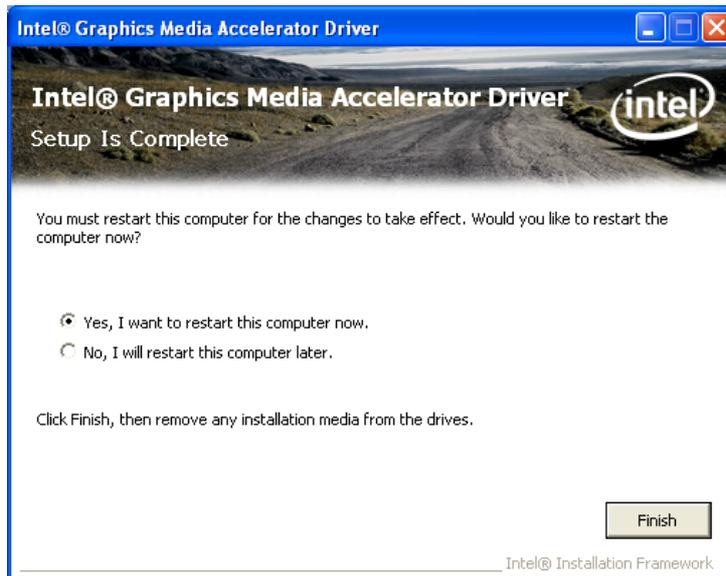

Abbildung 7-14: VGA-Treiberinstallation Endbildschirm
Schritt 15: Der Endbildschirm wird angezeigt (**Abbildung 7-14**).